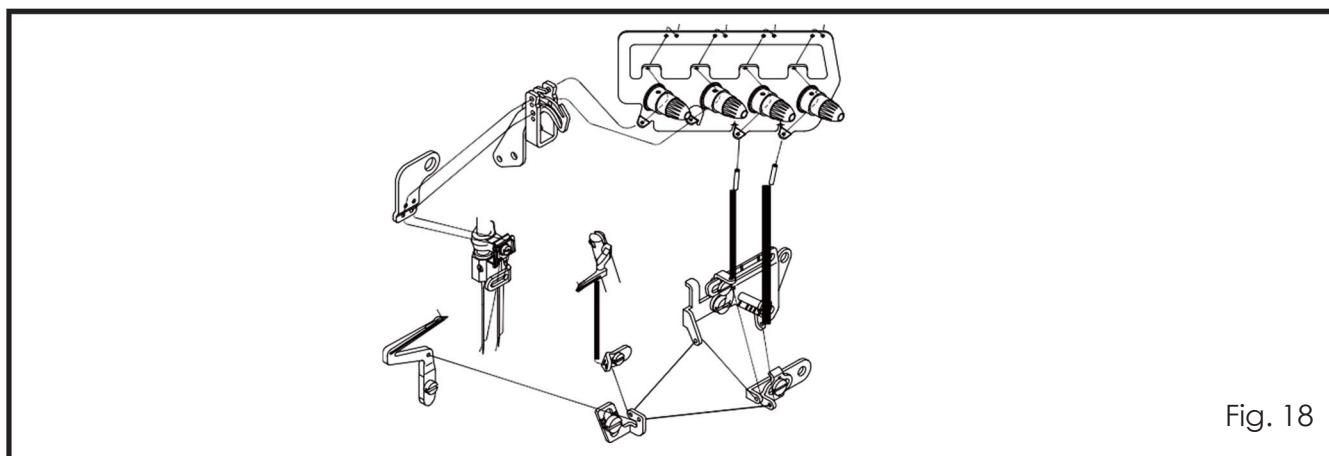

Fig. 18
2. Somente para quatro linhas 747(Fig. 18)